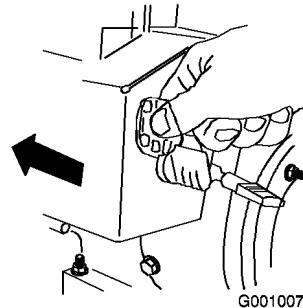

Figure 28
- Insérez la clé de contact dans le commutateur d'allumage (Figure 28).